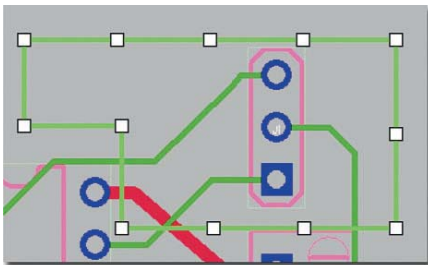

Рис. 22. Область металлизации без заливки
- без заливки – области металлизации без заливки не учитываются автоматическими процедурами и не проверяются в DRC. Контур области металлизации доступен для модификации (см. рис. 22);